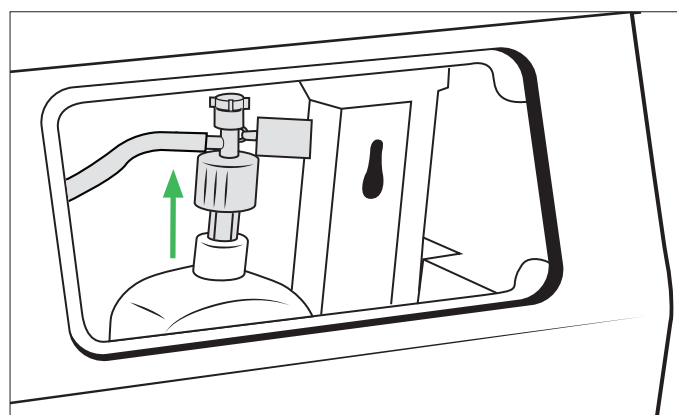

Figure 54
3. Retirer le capuchon d'aspiration du flacon de désinfectant. Voir la section Figure 54.